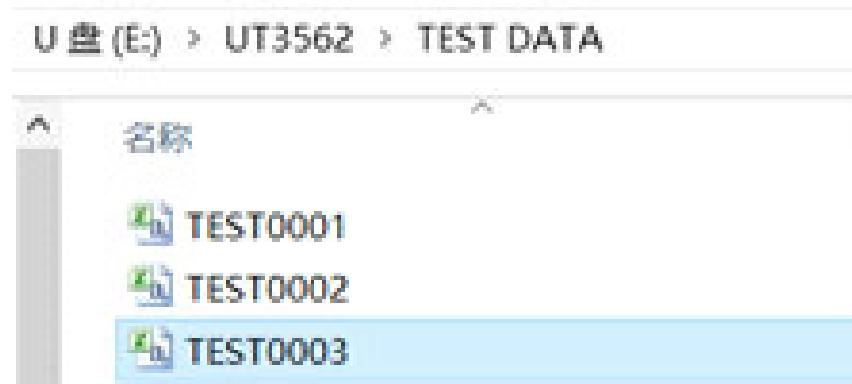

图6-1-2 U盘中数据文件夹
4. 启用后，在<测量>页将会有[记录] 字段出现。如果需进行记录操作，请进入<测量>页面将光标移动至【记录】字段，按屏幕下方功能键【开始】，如图6-1-2所示。
数据记录开启后，可以随时保存数据到U盘中，如图6-1-2，测试数据保存在型号文件夹"TEST DATA"目录下，文件格式格式是CSV。